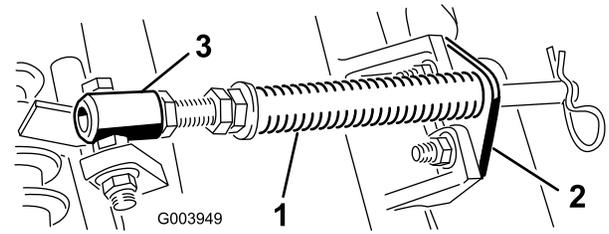

Bild 5
- A. Nehmen Sie die zwei Schlossschrauben und Muttern ab, mit denen die Stangenhalterung an den Laschen des Mähwerks befestigt ist (Bild 5).
- B. Nehmen Sie die Bundmutter ab, mit denen die Schraube des Federrohrs an der Trägerrahmenlasche befestigt ist (Bild 5). Nehmen Sie das Bauteil ab.